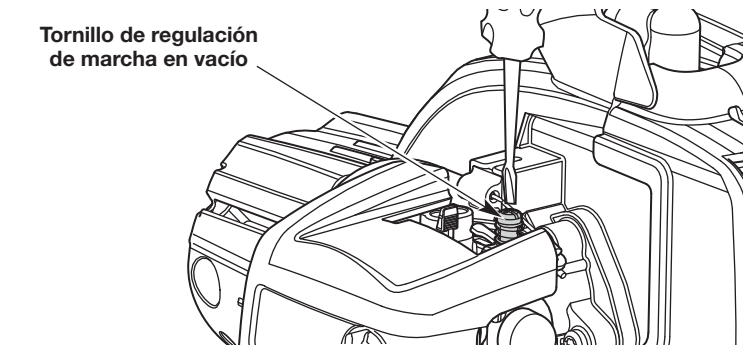

Fig. 12
2. Suelte el gatillo del regulador y deje que el motor funcione en marcha lenta. Si el motor se apaga, use un destornillador pequeño Phillips para girar el tornillo de marcha en vacío en el **sentido de las agujas del reloj**, dándole 1/8 de vuelta cada vez (según sea necesario), hasta que el motor funcione en marcha en vacío sin inconvenientes (Fig. 12).